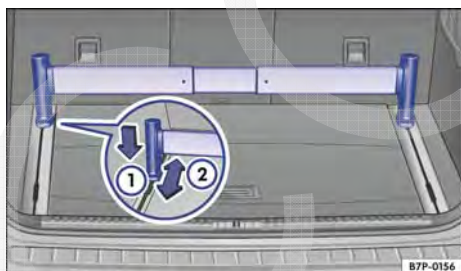

Fig. 215 No compartimento de bagagem: barras telescópicas.
- Pressionar o respectivo suporte para baixo → Fig. 215 ❶ e, ao mesmo tempo, empurrar para a posição desejada ❷.